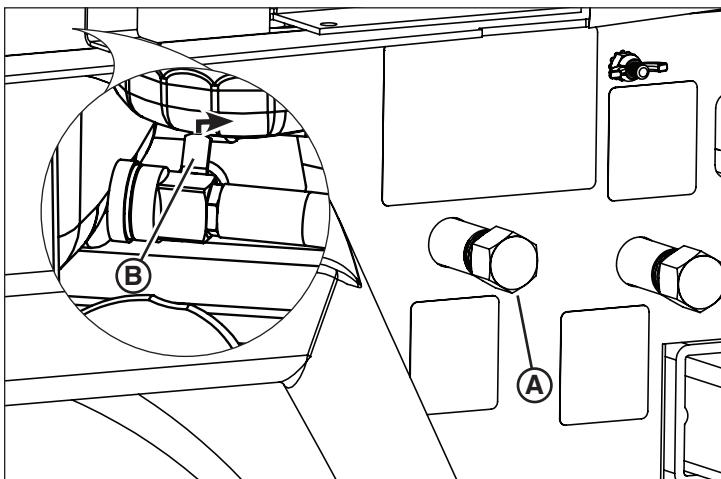

Figure 21
L'appareil est équipé d'un drain de vidange d'huile moteur à distance (**A**, Figure 21), se trouvant sur le côté gauche de la tour d'éclairage vers l'arrière. Pour vidanger l'huile moteur :
3. Ouvrir la vanne de vidange d'huile, se trouvant à droite du carter moteur (**B**, Figure 21, en médaillon).